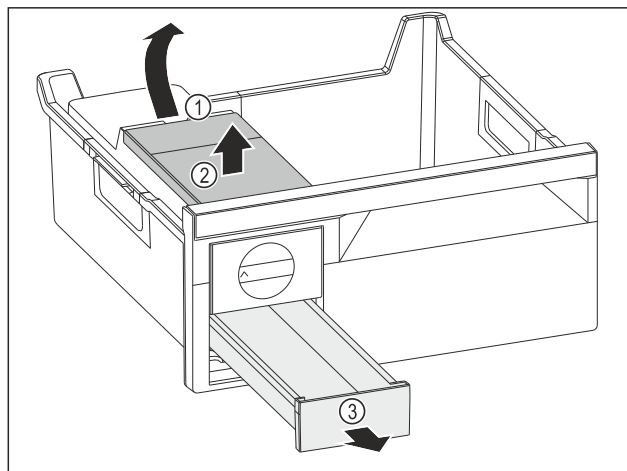

Fig. 144
▶ Извлеките бак для воды: Поднимите бак для воды за выемку Fig. 144 (1).
▶ Извлеките бак для воды Fig. 144 (2) движением вверх.
▶ Извлеките выдвижной ящик для кубиков льда Fig. 144 (3) движением вперед.